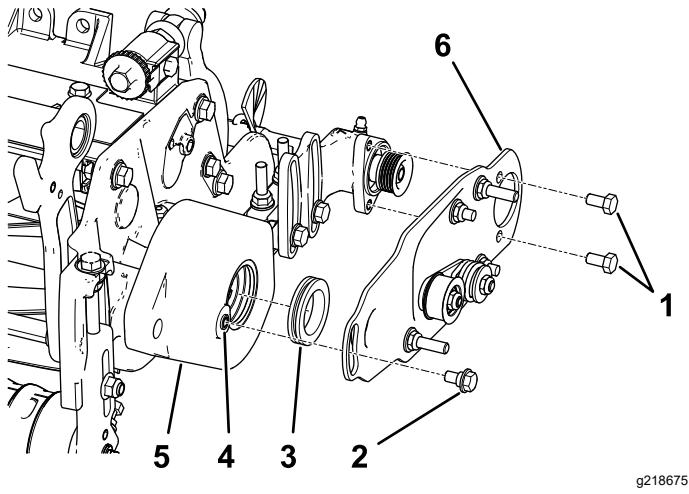

Figura 10
2. Applicate un velo di grasso sul diametro interno del gommino nell'alloggiamento della spazzola per rulli (Figura 10).
3. Montate la piastra orientabile della spazzola per rulli di sinistra o destra (Figura 10).
Nota: Verificate che il gruppo puleggia tendicinghia sia installato in basso come mostrato nella Figura 10.
4. Applicate il frenafiletto sui 2 bulloni (5/16" x 1/2") e utilizzateli per montare la piastra della spazzola sull'alloggiamento del cuscinetto della spazzola per rulli (Figura 10).
5. Usate una punta 5/16"-18 per rimuovere la vernice dalle filettature nell'alloggiamento della spazzola per rulli prima di avvitare il bullone di spallamento (Figura 10).
6. Applicate il frenafiletto sul bullone di spallamento (Figura 10).
7. Con il bullone di spallamento, fissate la piastra della spazzola sull'alloggiamento della spazzola per rulli (Figura 10).